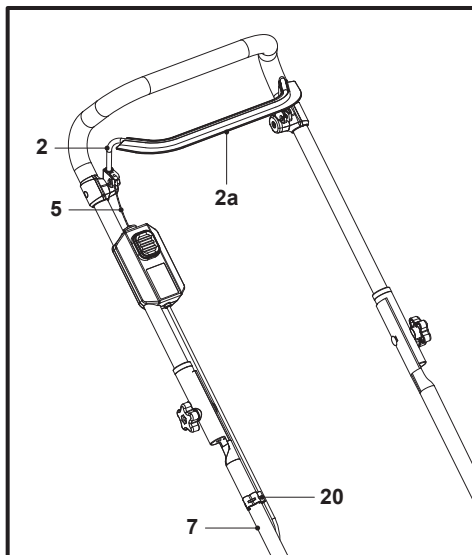

Fig. 4
- Placer le manchon de protection (2a) sur le levier de démarrage (2) et fixer le cordon de commande (5) à l'aide du clip pour cordon (20) sur le guidon inférieur (7) (Fig. 4).